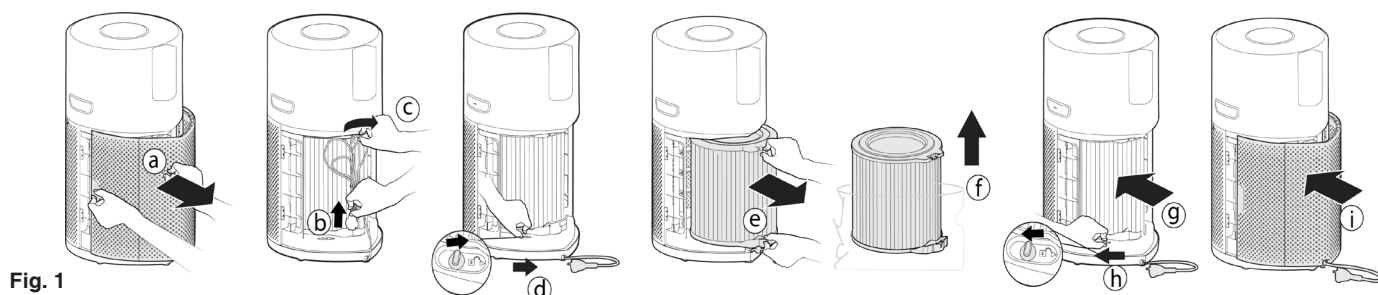

Fig. 1
2.1 INSTALLER LE FILTRE [Fig. 1]